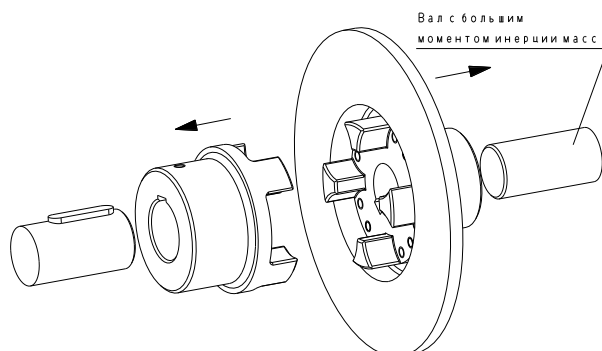

Рис. 9: Монтаж ступицы и FN-ступицы с тормозным барабаном / диском
- Установите ступицу и FN-ступицу с тормозным барабаном / диском на вал ведущей и ведомой стороны. FN-ступица устанавливается на вал той стороны, где действует больший момент инерции масс (см. рис. 9).